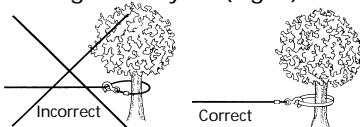

Figure 4
- N'ACCROCHEZ JAMAIS LE CÂBLE SUR LUI-MÊME car vous pourriez l'endommager. Utilisez une élingue en nylon (Fig. 4).